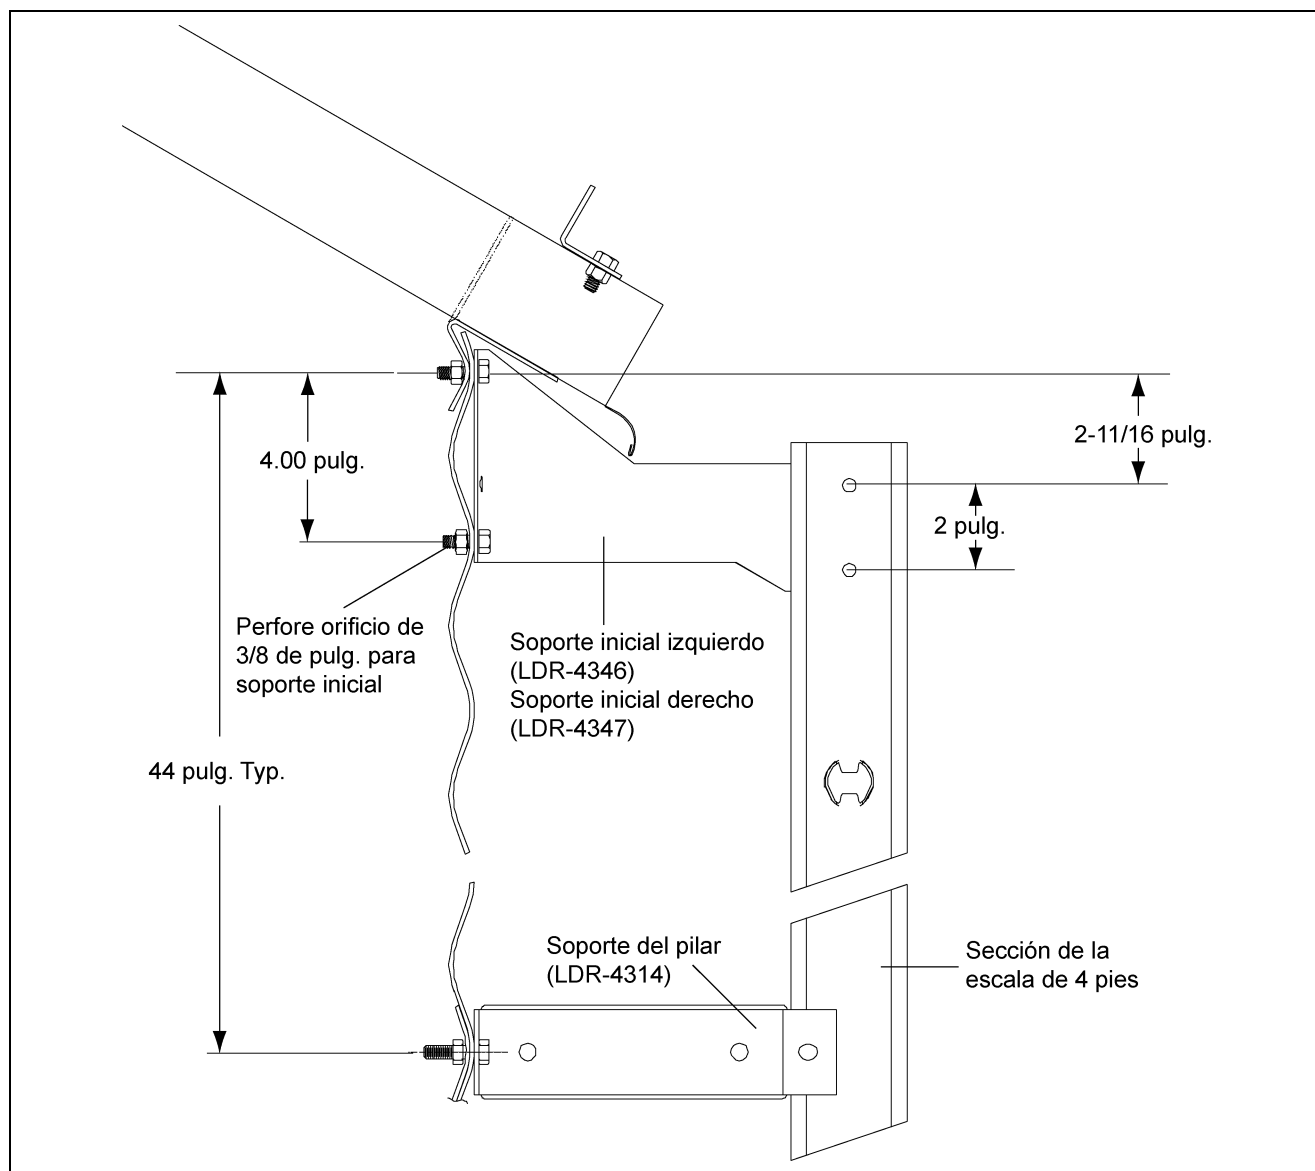

Figura 7C
Una vez que los dos (2) orificios de 3/8 pulg. se hayan perforado en el campo, una los soportes iniciales a la pared lateral como se muestra en la Figura 7C. Verifique la sección superior de la escala para cerciorarse de que los hoyuelos del peldaño de la escala estén a la tapa. Conecte los soportes iniciales a la parte superior de la escala. Es necesario, también, perforar en el campo un orificio de 3/8 de pulg. en la sección de la escala para el soporte inicial. Perfore en el campo este orificio, el que se ubicará a 2 pulg. debajo del orificio pre-perforado que se encuentra a 1 pulg. de la parte superior de la escala. Vea Figura 4A en la Página 13 para la instalación adecuada de las secciones de las escalas adicionales que se requieran. Los soportes del pilar se deben instalar en las secciones de la escala y se deben unir a la pared lateral en cada junta horizontal (horizontal seam) y se deben repetir cada 32 pulgadas. Utilice pernos para silo de 5/16 pulg. x 1 pulg. para todas las conexiones.